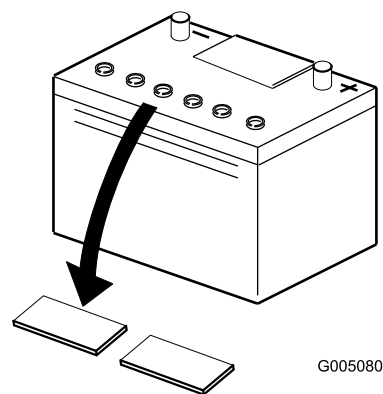

Рисунок 4
- Очистите поверхность аккумуляторной батареи и снимите пробки вентиляционных отверстий (Рисунок 4).